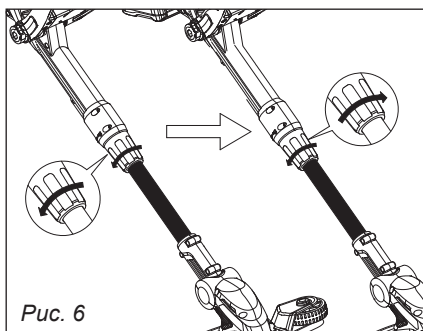

Рис. 6
1. Для изменения длины откройте фиксатор (зажимной рычаг), установите необходимую длину и закройте фиксатор (рис. 6).